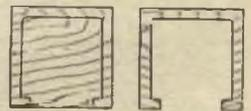
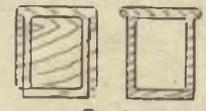
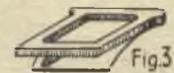

Fig. 1
Fig. 2
Fig. 3
1. - Da un foglio di compensato di 6 mm. a 5 strati ritagliare due quadrati di 12 cm. di lato e da questi due cornici mancanti di un lato, come in fig. 1, utilizzando il pezzo asportato dall'interno per fare altre due cornici complete di tutti i lati come in fig. 2, alle quali toglierete l'ultimo strato di legno per ridurne lo spessore. Queste due cornici saranno convertite in cassetti, incollando al loro fondo un robusto cartoncino e sistemando tra questo e il legno, a metà del lato anteriore una linguetta di tela, come in fig. 3.